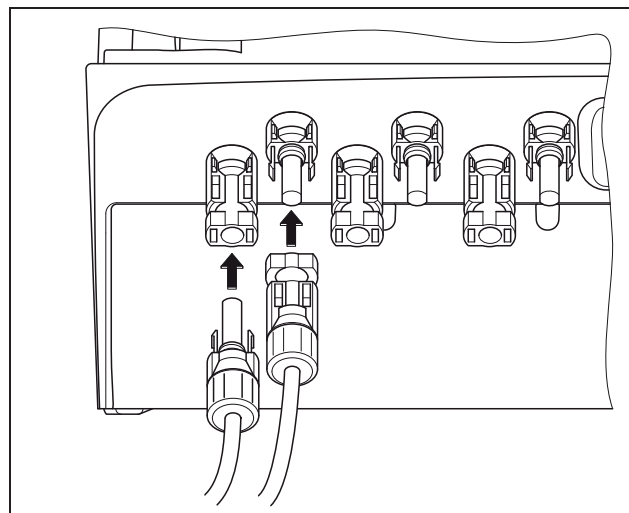

Figure 19: Raccordement du string PV
- Enfichez les connecteurs du string PV pour qu'ils s'enclenchent dans les pendants correspondants au niveau de l'onduleur (figure 19).